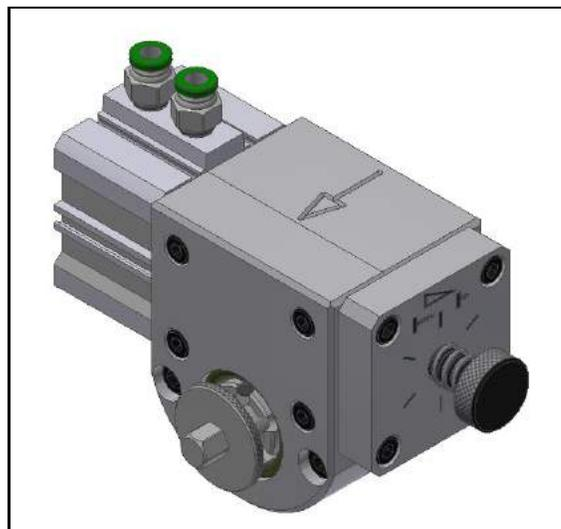

FIGURA 5-3. UBICACIÓN DE LOS FILTROS DE LA CAJA DE ALIMENTACIÓN
1. Desenrosque y retire los filtros de aire en ambos extremos de la caja de alimentación (Figura 5-3).